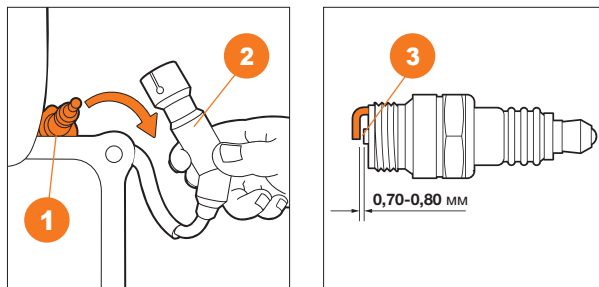

Рис. 27
1. Снимите высоковольтный колпачок 2 свечи зажигания 1 (Рис. 27).